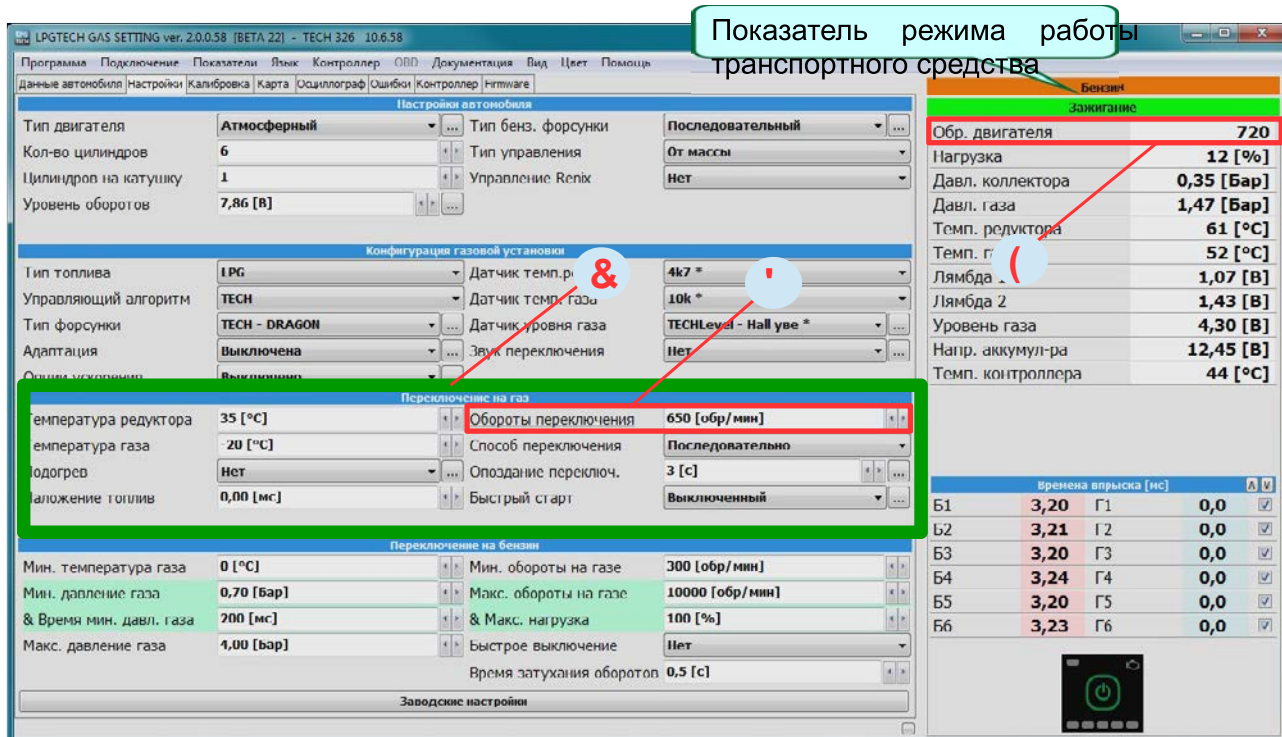

Рис. 3. Окно **<Настройка>** с установленными оборотами переключения на газ на 650 [об/м.]
а) В разделе **<переключение на газ>** (1) выставляем обороты переключения (2), которые должны быть ниже оборотов двигателя на холостом ходу (3) [Рис. 3].